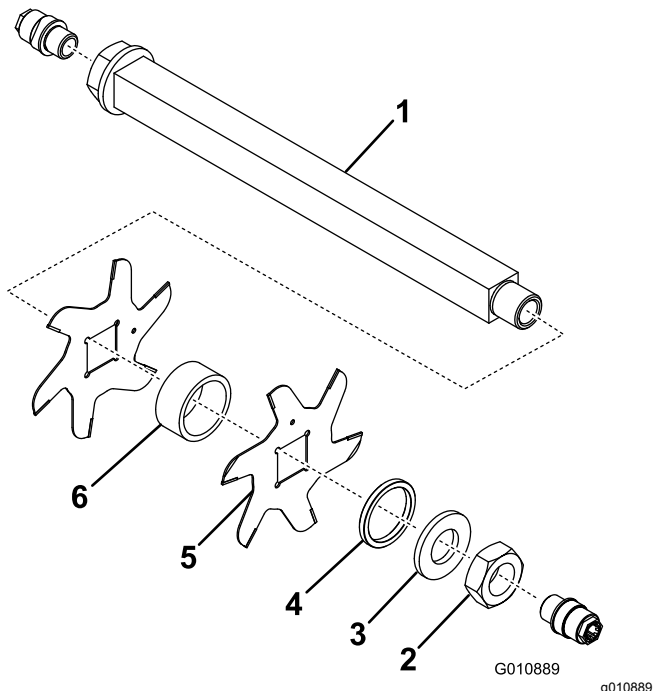

图14
3. 依次取下小隔片、垫圈、刀片以及大隔片。清洁该方形轴然后涂上一层薄层润滑脂进行润滑使组装更加容易 图14。